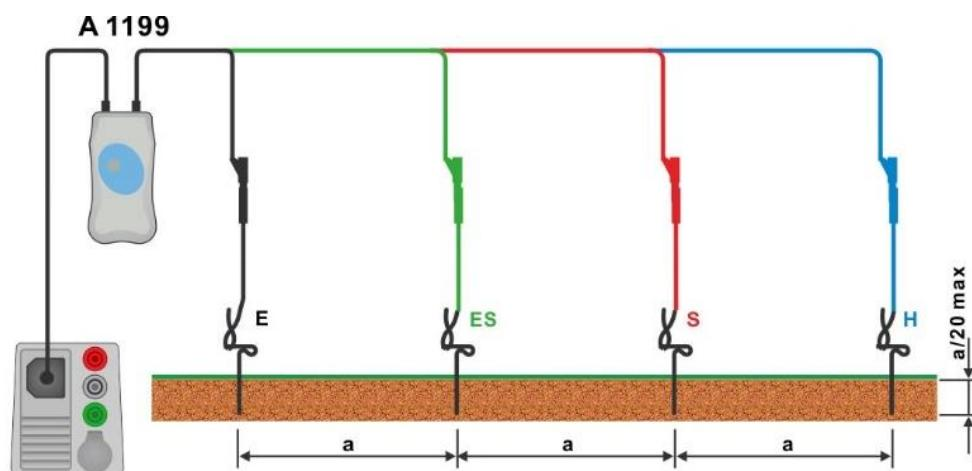

Fig. 4.78: Specifik Jordmodstand måling
- Forbind testledningerne til Jord proberne, se **Fig. 4.78**